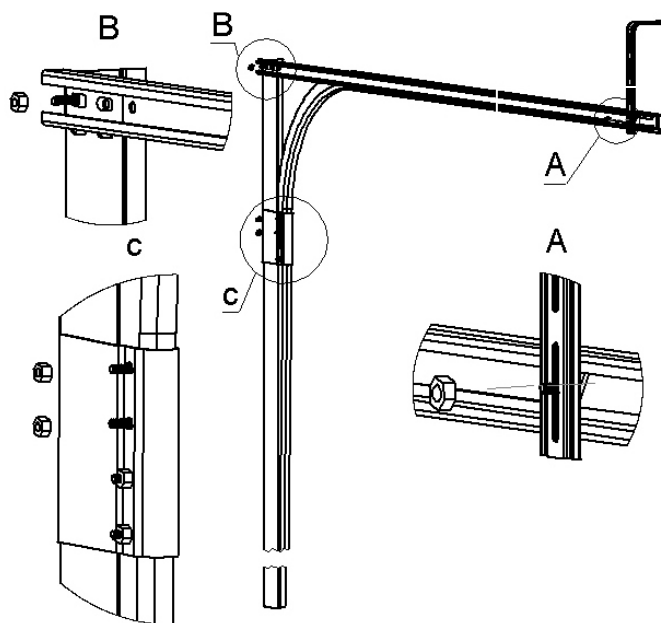

Рисунок 5. Установка горизонтальных направляющих
- к вертикальному треку (см. вид «С», рисунок 5) с помощью болта и гайки для сборки направляющих (поз.23, таблица 1);
- к угловой стойки (см. вид «В», рисунок 5), с помощью болта М8х25 и гайки (поз. 25,26, таблица 1);
- к потолку, с помощью Г-образного крепления к потолку (поз.16, таблица 1). Г-образное крепление к полотку закрепляется: одной своей частью к «С»-профилю (см. вид «А», рисунок 5), с помощью болта с полукруглой головкой (поз.24, таблица 1), гайки (поз.26, таблица 1) и закладной пластины (поз.21, таблица 1); другая часть (верхняя, горизонтальная) крепится к потолку с помощью крепежа соответствующего материалу потолка, входящего в комплект ворот: саморезов по металлу (поз. 27, таблица 1), дюбель-шурупов (поз. 28, таблица 1) или шурупов глухарей, (поз. 28, таблица 1) при креплении на деревянный проем.